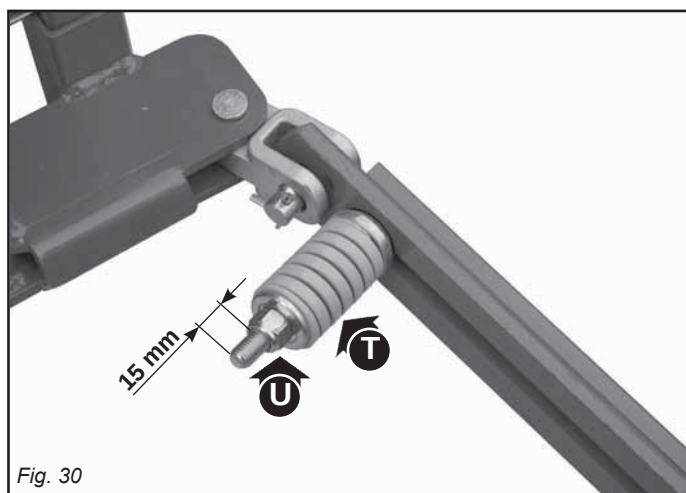

Fig. 30
- Dacă tirantul de siguranță se decuplează prea ușor, reglați arcul (T, Fig. 30) prin intermediul piuliței (U, Fig. 30).